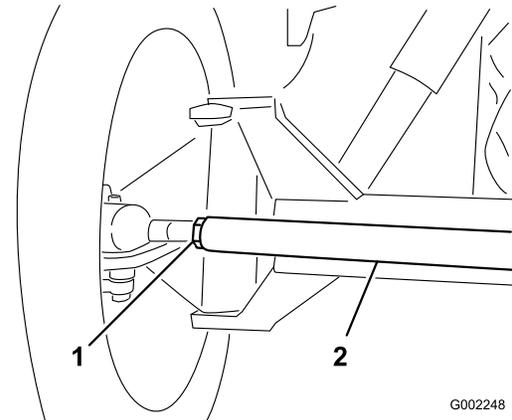

Figura 53
3. Se la misura non rientra nel campo specificato, allentate i controdadi da ambo i lati del tirante (**Figura 53**).